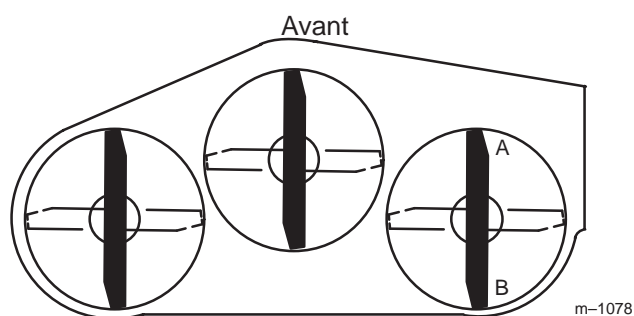
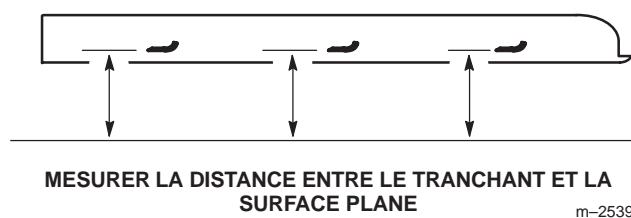

Figure 64
Figure 65
1. Tournez la lame **droite** à 180° (Fig. 64).
2. Mesurez la distance au point **A** (Fig. 64) entre la surface plane et le tranchant de la pointe de la lame droite (Fig. 65).
4. Mesurez la distance au point **B** (Fig. 64) entre la surface plane et le tranchant de la pointe de la lame droite (Fig. 65).
6. La lame doit être **plus basse de 6 à 10 mm (1/4 à 3/8 pouce) au point A qu'au point B** (Fig. 64). Si ce n'est pas le cas, passez aux étapes suivantes.